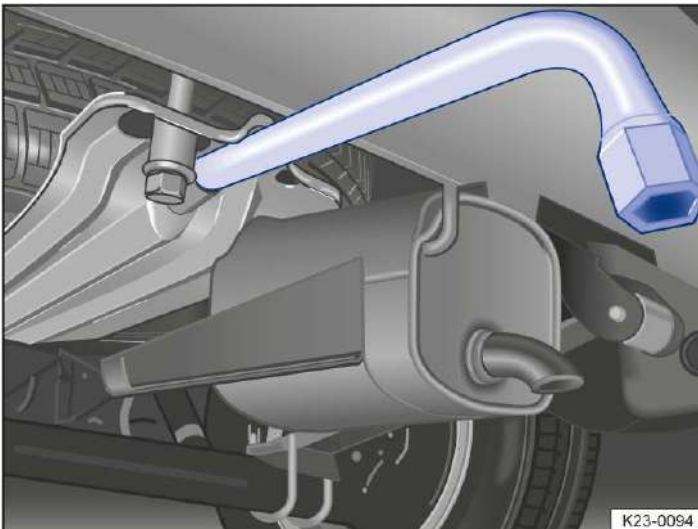

Abb. 2 Unter dem Fahrzeug:
3. Radschlüssel in die Halterung stecken → *Abb. 2*.
2. Radschlüssel in die Halterung stecken → *Abb. 2*.